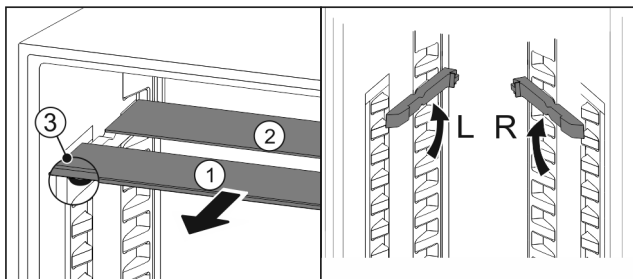

Fig. 105
- ▶ Издърпайте Fig. 105 (1) поотделно стъклените плочи напред.
- ▷ Стъклената плоча Fig. 105 (1) с декоративната лайстна е отпред.
- ▷ Ограничителите Fig. 105 (3) сочат надолу. Уреди с фризерно отделение.*